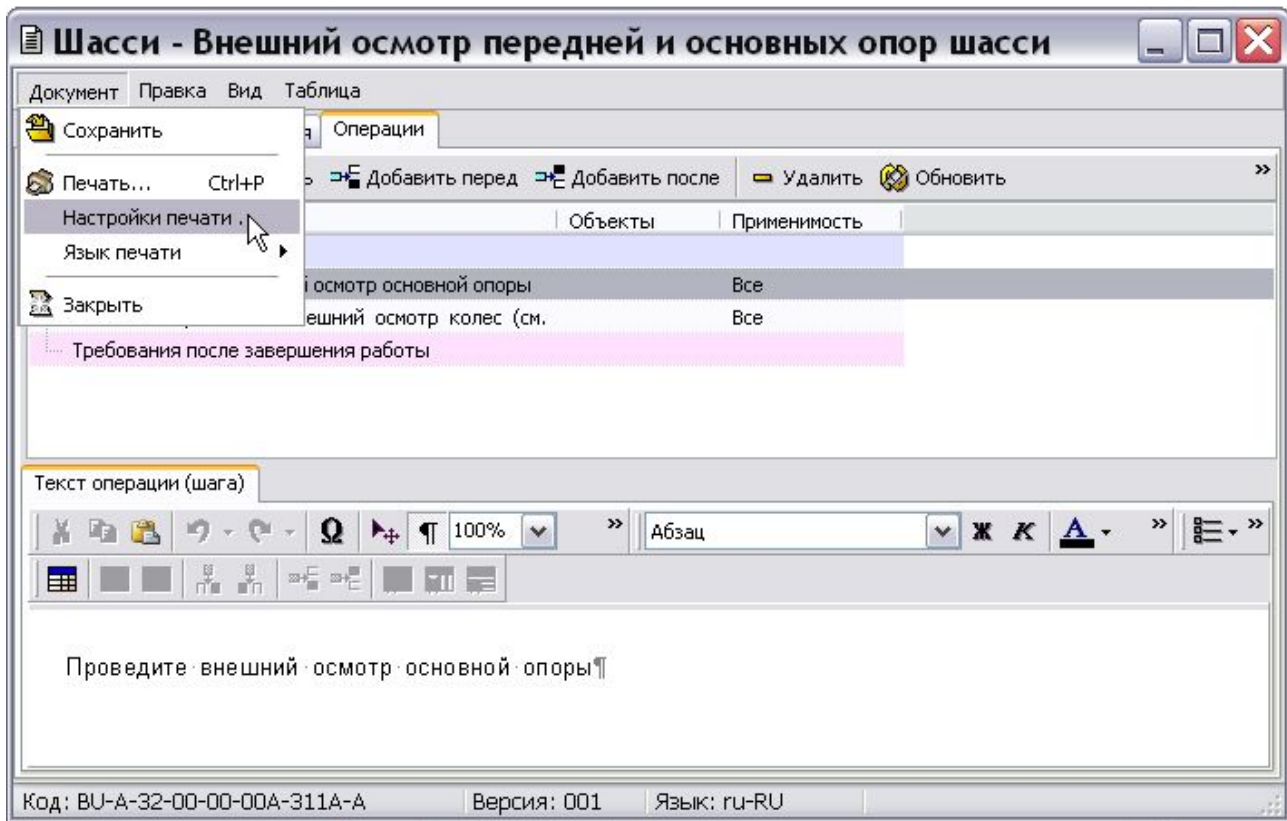
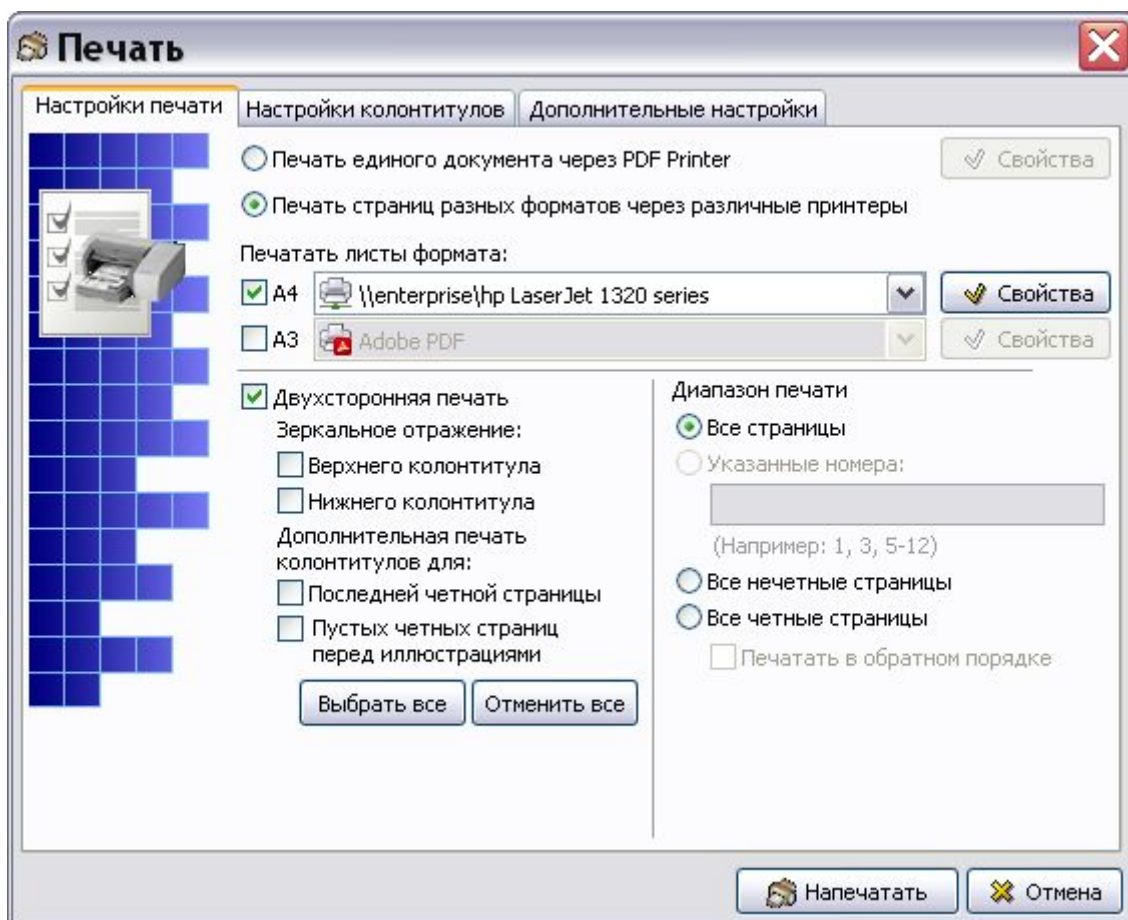

Рис. 5.54
Рис. 5.56
1. В верхней левой части окна откройте меню **Документ** (Рис. 5.54).
4. Для вывода содержимого техкарты на печать в меню **Документ** выберите пункт **Печать** (Рис. 5.54). При этом откроется диалоговое окно **Печать**, содержащее три вкладки (Рис. 5.56).